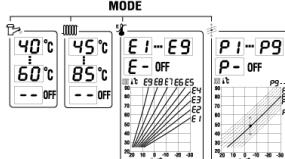

Рис. 2 – График эквивентрических кривых
Нажмите кнопку Bar/MODE – на дисплее изобразится буква Е с цифрами от 1 до 9 или с тире. Выбор эквивентрической кривой проводится кнопками (7) и (9). Крутизна кривой повышается с настраиваемой цифрой (Е1 < Е9), см.рис. 2. Выключение эквивентрического регулирования проводится выбором Е-.